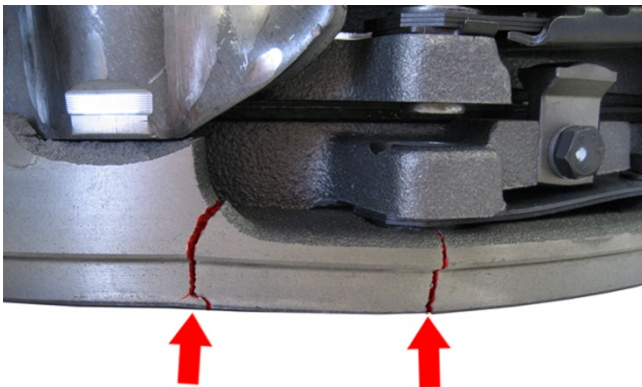
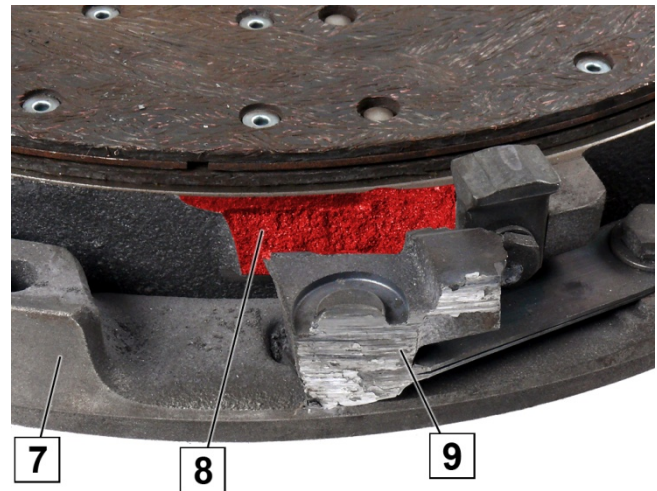

Fig. 2: Plateau intermédiaire cassée
Fig. 3: Plateau intermédiaire, œil cassé et usé au niveau de la cloche de boîte de vitesses
Ne pas monter d'embrayage bidisque avec le plateau intermédiaire cassé (fig. 2). Le plateau intermédiaire cassé entraîne des difficultés de séparation. L'œil cassé (9) du plateau intermédiaire (7) se déplace vers l'extérieur par la force centrifuge et endommage ou détruit la cloche de boîte de vitesses (fig. 3).
- Vérifier l'absence de points de rupture au niveau du plateau intermédiaire (7) (fig. 2).
- Vérifier l'absence de dommage au niveau du plateau intermédiaire (7) derrière les œils (6). Un œil cassé peut dépasser du diamètre extérieur du carter d'embrayage (1).